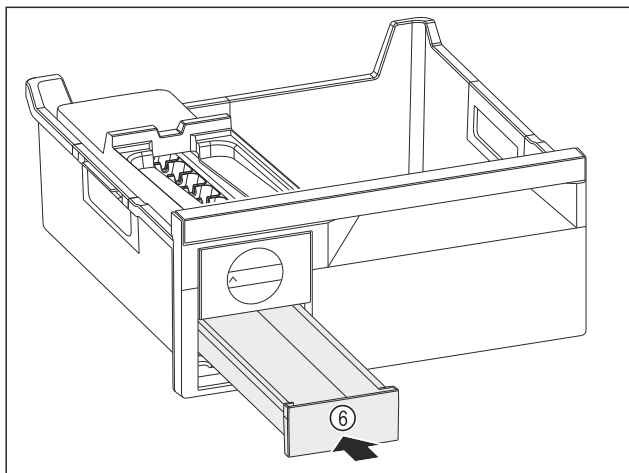

Fig. 96
- ▶ Вкарайте чекмеджето за ледени кубчета Fig. 96 (6).